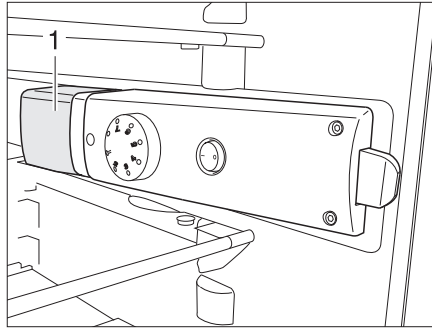

Bild 282 Kylskåpsbelysning
- Ta tag underifrån i lampans skydd (Bild 282,1) och lyft den ca. 3 mm.